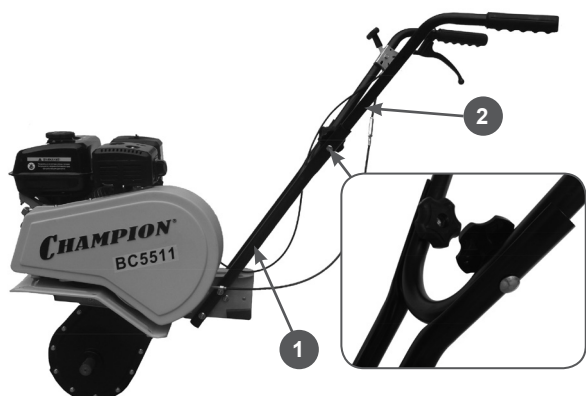

Рис.3
Используя крепежные болты, установите, установите на культиватор рабочие рукоятки, нижнюю(1) и верхнюю(2) часть Рис.3.